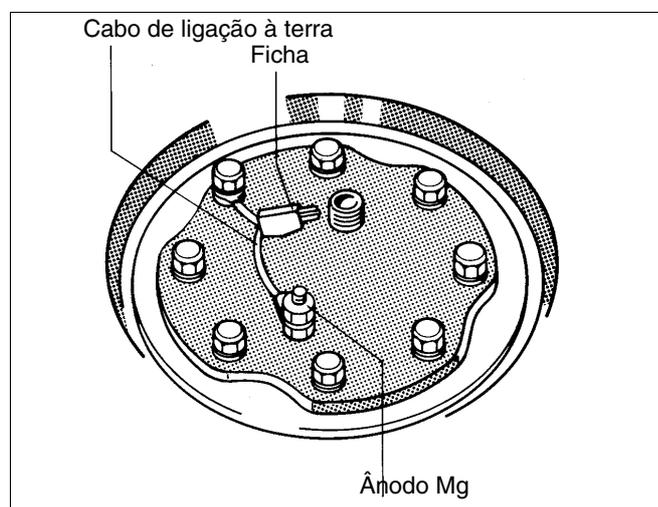

Fig.6 Ilustração do princípio
- Verificar se o ânodo de magnésio está montado de modo a que a ligação eléctrica entre o ânodo e o termoacumulador esteja assegurada, ou seja, que o cabo de ligação à terra esteja ligado (fig. 6).
- Fechar a alimentação de água fria, abrir a drenagem do reservatório (EL). Para purgar, abrir uma torneira em posição mais alta.
- Vedar de novo o ânodo de magnésio (fig. 6 ou 10).